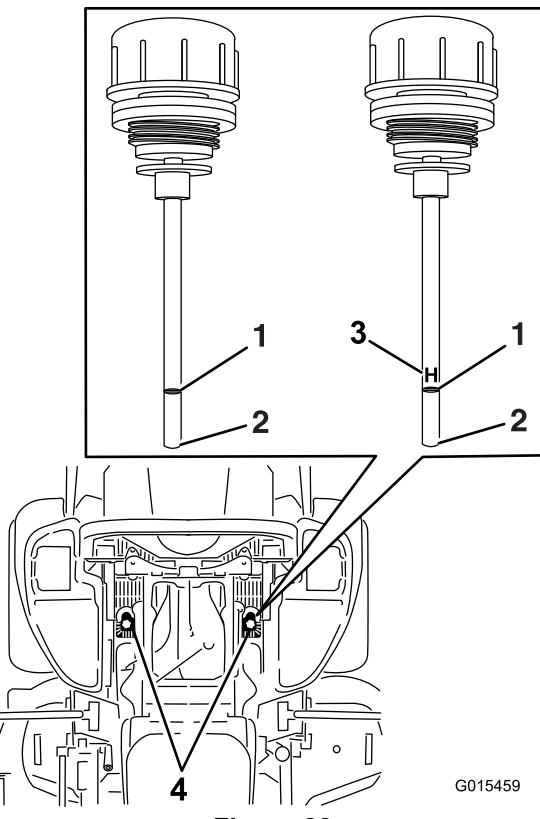

Figura 82
6. Pulite l'area attorno all'asta di livello dei serbatoi dell'impianto idraulico (Figura 82).
7. Togliete un'asta di livello dal serbatoio idraulico (Figura 82).
9. Togliete l'asta e controllate l'estremità (Figura 82). Se il livello dell'olio è alla tacca di aggiunta, versate lentamente dell'olio nel serbatoio idraulico per portare il livello alla linea di pieno o H.